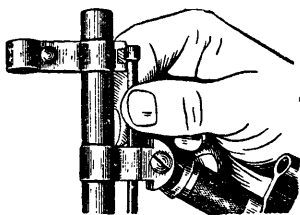

Рис. 5. Отделение шомпола
2) **Отделить шомпол** (рис. 5). Для этого отвести штык в сторону, отжать головку шомпола от ствола, вынуть шомпол вверх и затем повернуть штык вниз и прижать его к цевью.